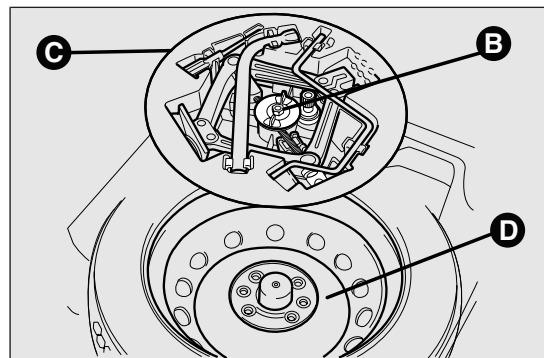

РИС. 97
- снять блокировочное устройство В РИС. 97
- достать ящик для инструментов С РИС. 97 и установить его рядом с колесом, подлежащим замене;
- извлечь аварийное колесо D РИС. 97;
- уложить аварийное колесо D РИС. 97 в соответствующий отсек в багажнике;